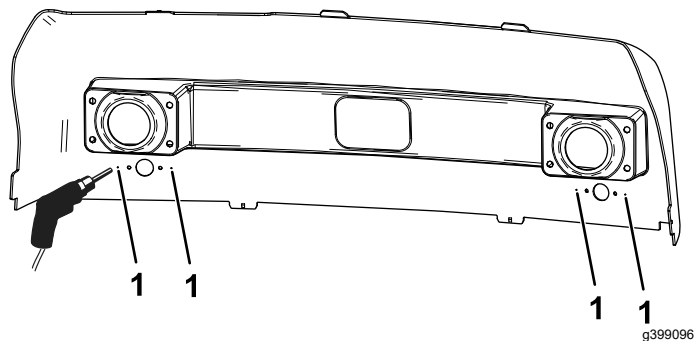

图 22
2. 如 图 22 所示在机罩的内侧找到转向灯孔旁边的 4 个点钻 6mm 直径的孔。